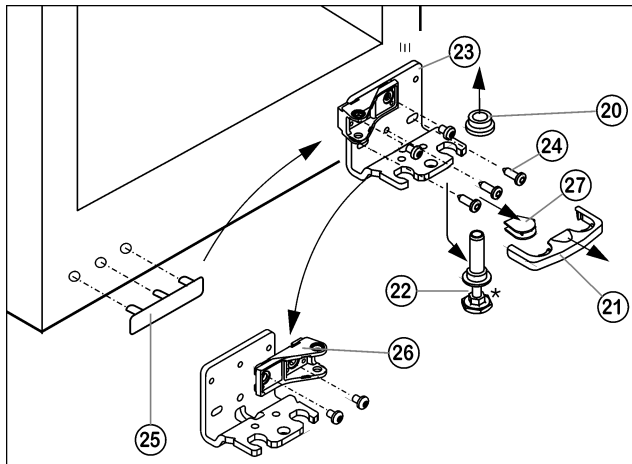

Fig. 7
- ▶ Tag bort säkringen Fig. 7 (21) framåt.
- ▶ Tag bort täckbrickan Fig. 7 (27).\*
- ▶ Skruva in justeringsfoten Fig. 7 (22) helt.
- ▶ Drag ut lagerbulten Fig. 7 (22) neråt och framåt. Var därvid noga med gångjärnsbussningen Fig. 7 (20).
- ▶ Skruva bort lagerbocken Fig. 7 (23)(3 x Torx 25) Fig. 7 (24).
- ▶ Lyft försiktigt täckbrickan på handtagssidan Fig. 7 (25) och flytta den.
- ▶ Skruva fast lagerbocken Fig. 7 (23) igen på den nya gångjärnssidan, eventuellt med hjälp av en skruvdragare.
- ▶ Skruva bort lagerdelen Fig. 7 (26) vrid den 180° och skruva fast den igen.
- ▶ Sätt fast täckbrickan Fig. 7 (27) på motsatta sidan.\*
- ▶ Säkringen (21) skall haka i lagerbocken från sidan så att lagerbulten och därmed även dörren är säkrad.
- ▶ Sätt tillbaka säkringen (21) på lagerbocken igen.
- ▶ Sätt på gångjärnsbussningen Fig. 7 (20).